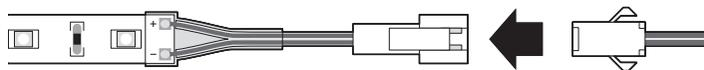

Bild 7
1. Einspeisungsverbinder in die Steckverbindung der LED-Platine stecken (Bild 7).